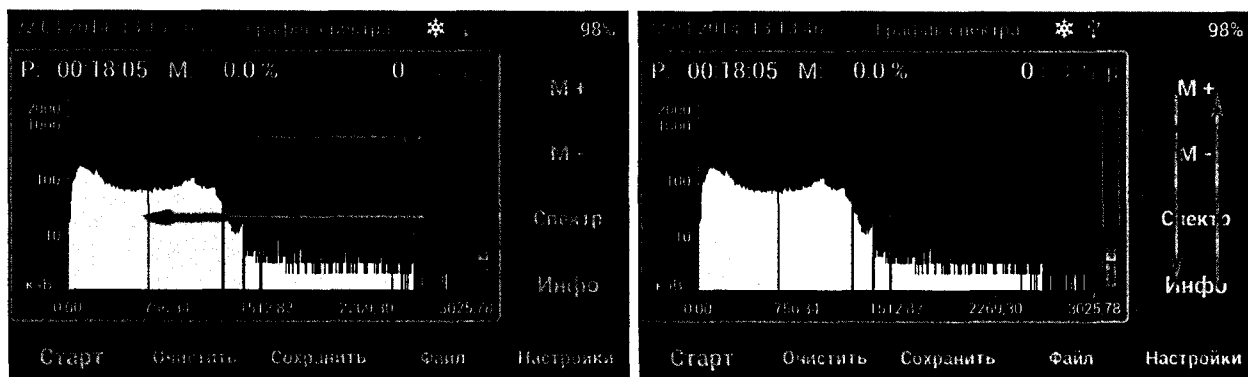

Рис. 50. Взаимодействия с меню «СПЕКТР».
1.10.25.3. **Анализ спектра.** В верхней части спектрограммы отображается Реальное время (Р:) или Живое время(Ж:), Мёртвое время (М:) и скорость счета. Нажмите кнопку «Сохранить» для сохранения спектра. Используйте кнопки «М +» и «М -» для уменьшения или увеличения масштаба в области курсора. Нажмите кнопку «Курсор» для его перемещения. Перемещение курсора осуществляется прокруткой экрана вправо или влево. Нажмите кнопку «Спектр» для перемещения всего отображаемого спектра. Для того чтобы увидеть дополнительные опции, прокрутите правый край экрана вверх или вниз (см. Рис. 50).